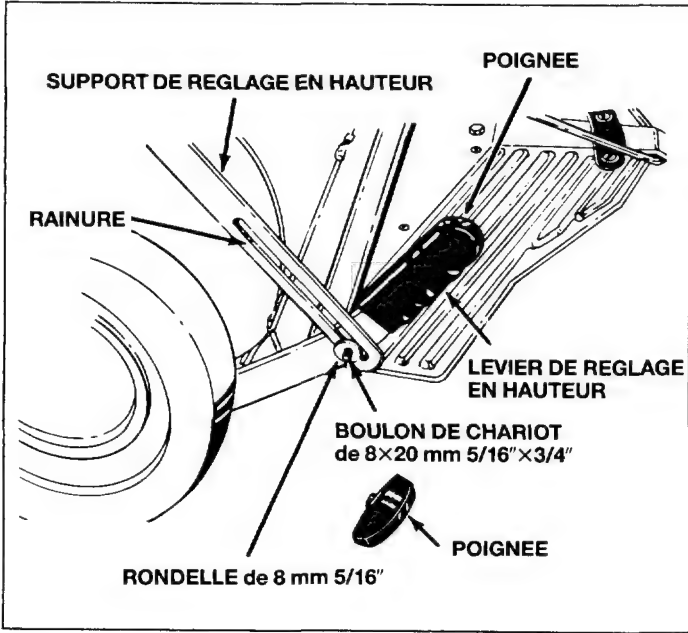

Fig. 10
10. Insérez l'autre extrémité du support de réglage en hauteur dans le réglage en hauteur. Voir la figure 10.
Fixez ce réglage en hauteur avec le boulon de chariot de 8×20 mm, la rondelle plate de 8 mm et la poignée de verrouillage. Voir la figure 10.
11. Installez la poignée avec le repère pour les doigts qui est indiqué sur la figure du réglage en hauteur. Voir la figure 10.